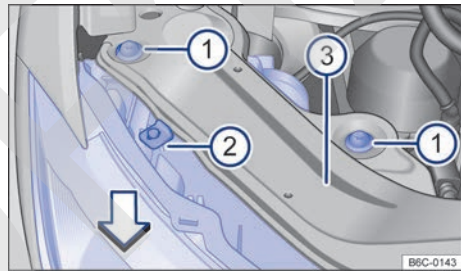

Fig. 126 En el compartimento del motor: tornillos de fijación del faro delantero.
- Retirar los tornillos de fijación → fig. 126 ⓘ con ayuda de una llave torx. ▶
- Mover el faro hacia delante, en la dirección de la flecha → **fig. 126**, hasta que los dos clics de la parte inferior se desacoplen y permitan retirar el farol.
- Desenjar el conector de alimentación para retirar por completo el farol → ①.
- Volver a colocar el farol con cuidado hasta que los dos clics inferiores encajen y el tope superior → **fig. 126** ② apoye en el soporte del farol ③.
- Volver a colocar los tornillos de fijación ① en la carcasa del farol.
- Presionar el farol contra el tope central superior ② y apretar los tornillos ① con la llave torx.